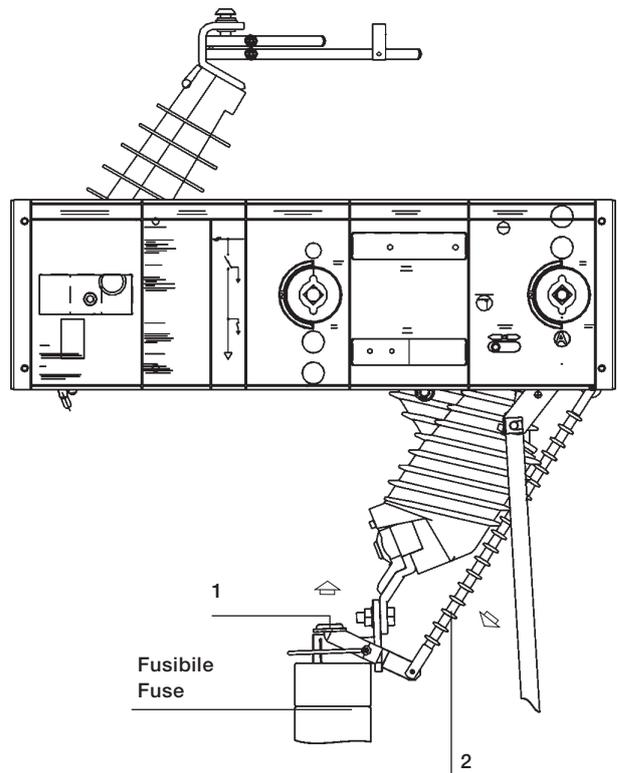

Fig. 18
Interblocco tra IMS ed i fusibili (fig. 18)
Al momento della fusione anche di un solo fusibile si ha l'apertura automatica dell'AM/YF, il percussore alza la leva (1) si sposta verso il basso l'asta isolante (2) che agisce sull'albero di sgancio, contemporaneamente si ha l'inserimento di un blocco meccanico, che a fusibile intervenuto, impedisce la carica della molla di chiusura dell'interruttore di manovra-sezionatore (fig. 18).
Interlock between IMS and the fuses (fig. 18)
At the moment even a single fuse blows, there is automatic opening of AM/YF, the striker raises the lever (1), moving the insulating rod (2) downwards which acts on the release shaft. At the same time a mechanical lock is inserted which, when a fuse has blown, prevents switch-disconnector closing spring charging (fig. 18).